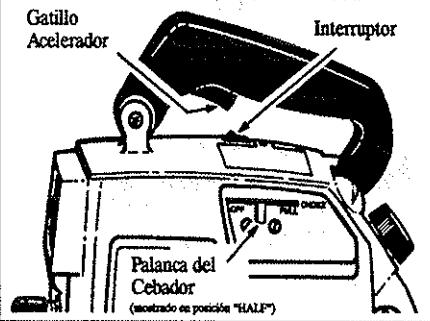

Figura 10
- Para parar el motor, coloque el interruptor en la posición "OFF". Figura 10.
- Coloque el interruptor en la posición "ON". Figura 10.
- Coloque el cebador en posición "FULL". Figura 10.
- Cambie el cebador a la posición "HALF". Figura 10.
- Deje que el motor marche de 10 a 15 segundos, luego coloque el cebador en "OFF". Figura 10.
- Para parar el motor, coloque el interruptor en la posición "Off". Figura 10.
- Coloque el cebador en la posición "HALF". Figura 10.
- Coloque el cebador a la posición "OFF". Figura 10. Luego, suelte el gatillo acelerador.
- Coloque la palanca del cebador en "FULL". Figura 10.
- Instale nuevamente la tapa y el filtro de aire. Coloque nuevamente la palanca del cebador en "OFF". Figura 10.